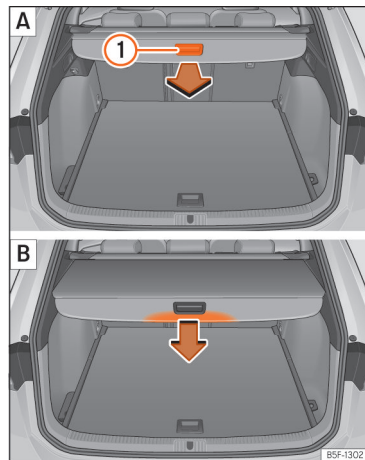

Fig. 179 Na bagageira: desenrolar e enrolar a chapeleira.
- Puxe uniformemente a chapeleira pela pega » » Fig. 179 ① para trás e retire-a até ao limite até ouvir o som de encaixe.
- Pressione a pega da chapeleira no sentido da seta até desbloqueá-la » » Fig. 179 B.